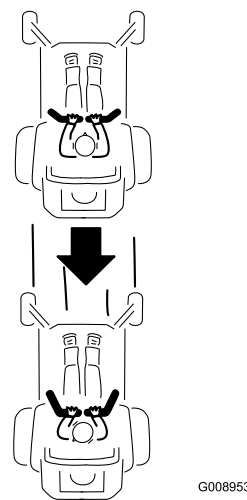

Figura 18
2. Para recuar, olhe para trás de si e para baixo, enquanto lentamente puxa as alavancas de controlo do movimento para trás (**Figura 18**).
Para andar a direito, aplique pressão igual em ambas as alavancas de controlo do movimento (**Figura 18**).